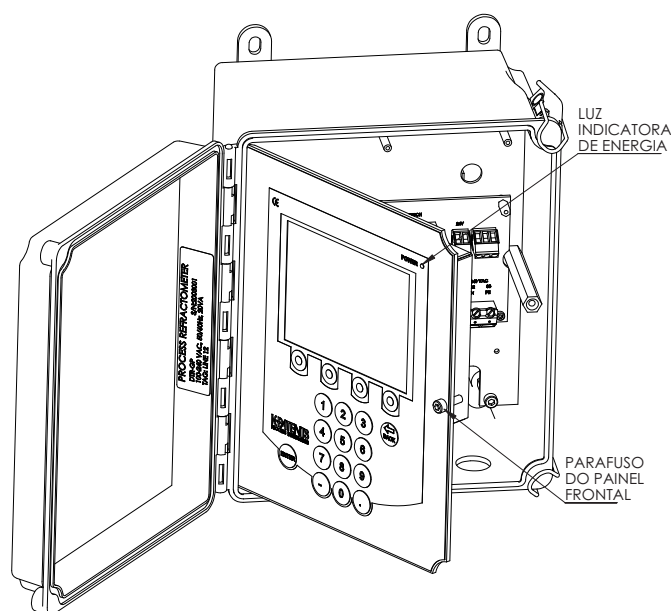
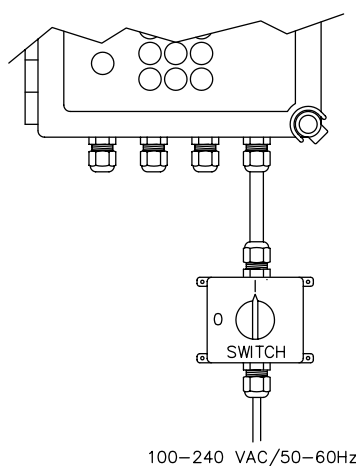

Figura 3.5 Painel frontal do transmissor indicador
Figura 3.6 Interruptor externo (sugerido)
! Importante: O DTR não tem um interruptor embutido. O sistema sempre esta ligado em quanto ligado a uma fonte. K-Patents recomenda montar um interruptor externo para controlar a entrada de alimentação do DTR, Figura 3.6.
Atodos os terminais elétricos do transmissor indicador estão atrás do painel frontal. Para fácil acesso, primeiro abra a cobertura. Então solte o parafuso do painel frontal (Figura 3.5) e solte o painel frontal. Todos os terminais são agora acessíveis.
Advertência! Tenha certeza que o sistema está desligado antes de abrir o painel frontal. Se a luz indicadora verde estiver acesa (Figura 3.5), significa que o sistema ainda está ligado. Para desligar o sistema completamente, desligue o cabo de força ou desligue o interruptor externo, se instalado (veja Figura 3.6).
31 32 33	Alimentação, L (31), Neutro (32), terra de proteção (33), 100-240Vca, 50-60 Hz. Recomenda-se uma chave externa de alimentação (Figura 3.6).